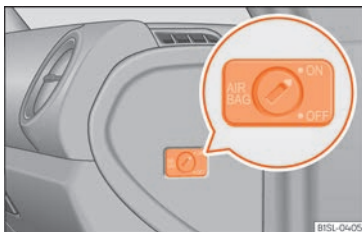

Abb. 15 Schlüsselschalter zum Ein- und Abschalten des Beifahrerairbags.
- Den Schlüsselbart in den für die Abschaltung des Beifahrerairbags vorgesehenen Schlitz einstecken »» **Abb. 15**. Dabei sollte der Schlüssel etwa zu 3/4 seiner Länge bis zum Anschlag eingeführt werden.